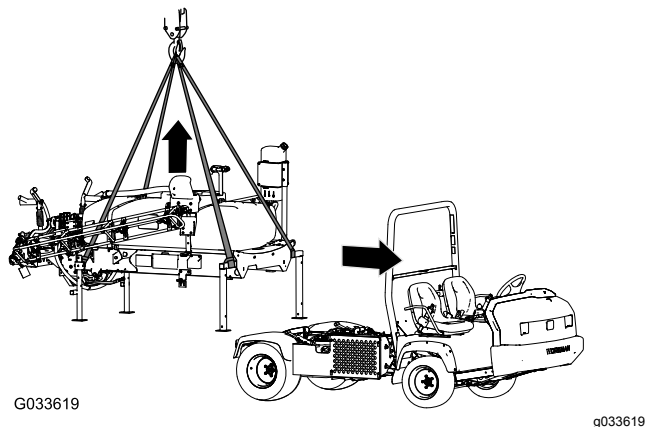

図 135
1. ブームを 45°程度の角度にし、次に、前方に折りたたむ 図 135。
5. 前側ジャッキスタンドの水平チューブと、後側ジャッキスタンドの垂直柱部分にクレーンを接続する 図 135。
7. クレーンでタンクスキッドを吊り上げるスキッドをぶつけないように十分高く吊ること 図 135。